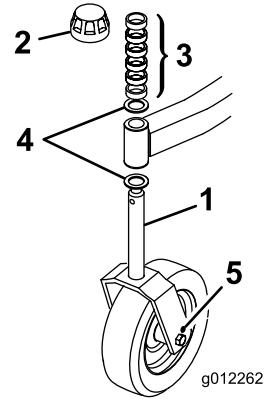
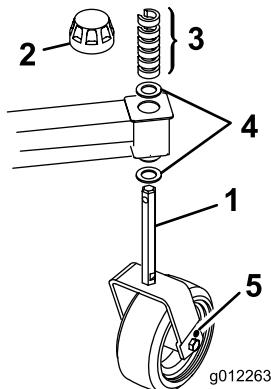

Figura 11
Figura 12
2. Allargate i fori di diametro 11,13 mm (Figura 11 e Figura 12) su ogni lato delle forcille delle ruote orientabili a 12,7 o 13,1 mm.
1. Togliete il cappuccio di tensione dall'asse del fusello ed estraete quest'ultimo dal braccio della ruota orientabile anteriore. Rimuovete la rondella dall'asse del fusello. Mettete i distanziali sull'asse del fusello, fino ad ottenere l'altezza di taglio richiesta, quindi montate la rondella sul fusello (Figura 11).
2. Spingete il fusello della ruota orientabile attraverso il braccio della ruota orientabile anteriore, montate l'altra rondella di spinta e i distanziali restanti sul fusello, quindi montate il cappuccio di tensione per fissare gli elementi del gruppo (Figura 11).
1. Rimuovete il cappuccio di tensione dall'asse del fusello (Figura 12).
2. Rimuovete o aggiungete i distanziali a forma di "C" nella parte più stretta dell'asse del fusello, sotto il braccio della ruota orientabile, fino ad ottenere l'altezza di taglio richiesta (Figura 12). Accertate che le rondelle di spinta, non i distanziali, siano a contatto con la parte superiore e inferiore del braccio della ruota orientabile.
3. Montate il cappuccio di tensione per fissare il gruppo (Figura 12).